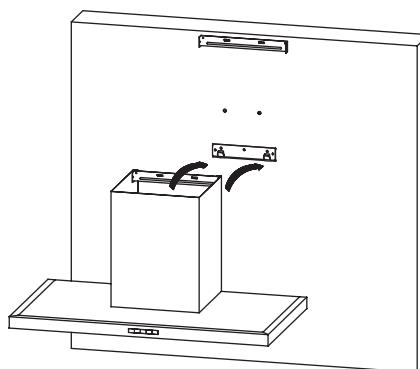

Fig.5
- Colgar la campana en la placa de instalación. Ver la imagen de referencia (Fig. 5).